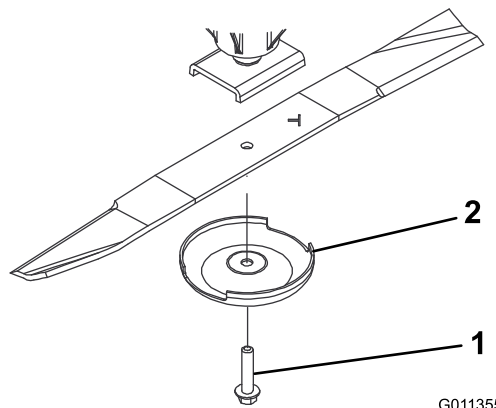

Figura 71
2. Fixe a extremidade da lâmina utilizando um pedaço de tecido ou uma luva grossa. Retire o parafuso da lâmina, o recipiente antidanos e lâmina do eixo (Figura 71).
3. Instale a lâmina, com a aba voltada para a plataforma de corte, com o recipiente antidanos e o parafuso da lâmina (Figura 71). Aperte o parafuso da lâmina com 115–149 N·m.